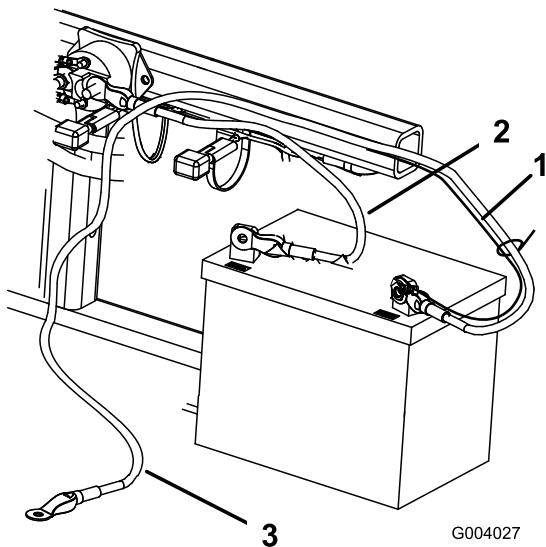

Figura 5
2. Fissate il cavo positivo (rosso) al morsetto positivo (+) con un bullone da 1/4- x 5/8 poll. e un dado di bloccaggio (Figura 5).
- 3. Fissate il cavetto nero ed il cavo negativo (nero) al morsetto negativo (-) della batteria con un bullone (1/4 x 5/8 poll.) e un dado di bloccaggio (1/4 pollice) (Figura 5).